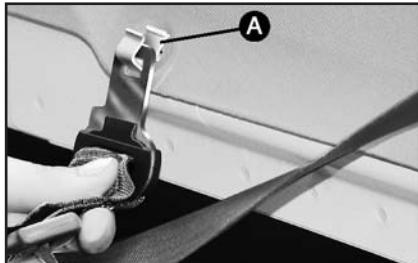
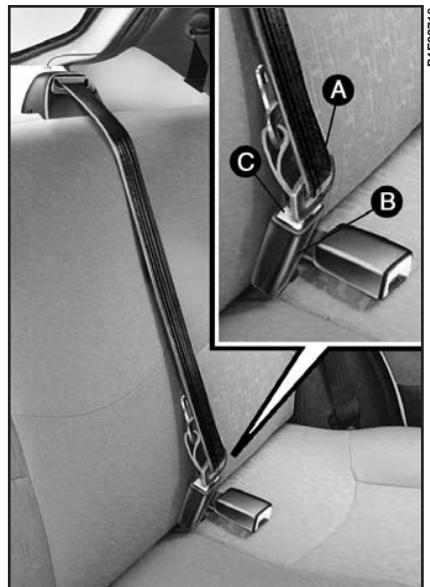

рис. 18
рис. 19
Если ремень не используется, рекомендуется установить его в нерабочее положение, как показано на рис. 19.
**ПРЕДУПРЕЖДЕНИЕ.** Если Вам необходимо откинуть заднее сиденье, сначала отстегните ремень **A** (рис. 19) от его гнезда **B** (рис. 19), нажав кнопку **C** (рис. 19). Откинув сиденье, вставьте пряжку в специальное гнездо **A** (рис. 18) на задней полке.
После того как сиденье откинуто, поместите ремень центрального места в нерабочее положение (**рис. 19**).
Ремень не должен быть перекручен, он должен прилегать к телу. Верхняя часть ремня должна проходить через середину плеча и по диагонали пересекать грудь. Нижняя часть ремня должна плотно прилегать к тазу, но не к животу (рис. 18): в противном случае Вы рискуете при аварии проскользнуть под ремень. Запрещается использовать различные приспособления (пружинки, прищепки и т. п.), которыедерживают ремень от приложения к туловищу.